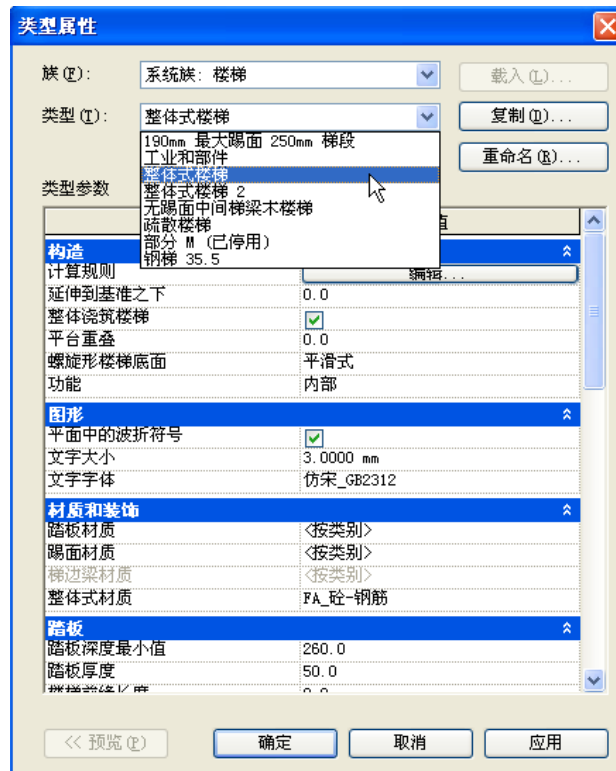

图 3-27
- 2) 确认打开项目浏览器中“楼层平面”>“F1”视图，开始绘制楼梯：单击“常用”选项卡>“楼梯坡道”面板>“楼梯”，进入楼梯的草图绘制模式，单击“创建楼梯草图”选项卡>“属性”面板打开“类型属性”对话框，设置“类型”为“整体式楼梯”，并设置“宽度”为“1200”；“所需踢面数”为“18”；“实际踏板深度”为“280”，确定后关闭“属性”对话框（如图 3-27 所示）。